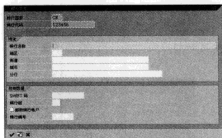

图 6-62 创建银行数据
STEP 3 在此界面中, 需要填写开户银行的相关数据, 例如开户“银行国家”、“银行代码”, 以及联系方式等信息。同时可以单击“ 创建”按钮创建银行数据, 如图 6-62 所示。